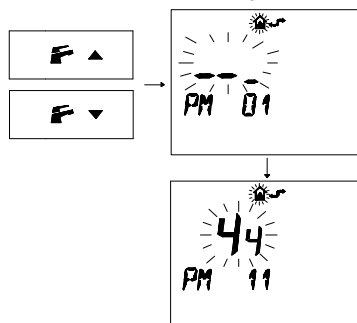

Figura 5.78
- Premere i pulsanti **F** ▼ o **F** ▲ per visualizzare la programmazione "PM11" della postcircolazione pompa (Figura 5.78 ).